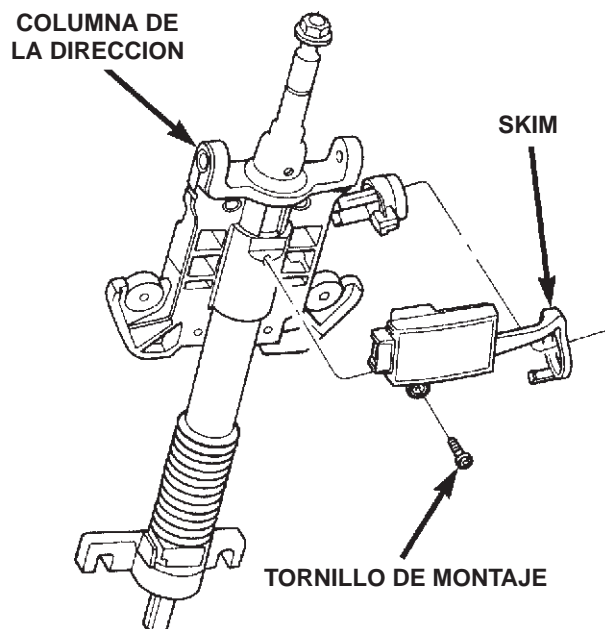
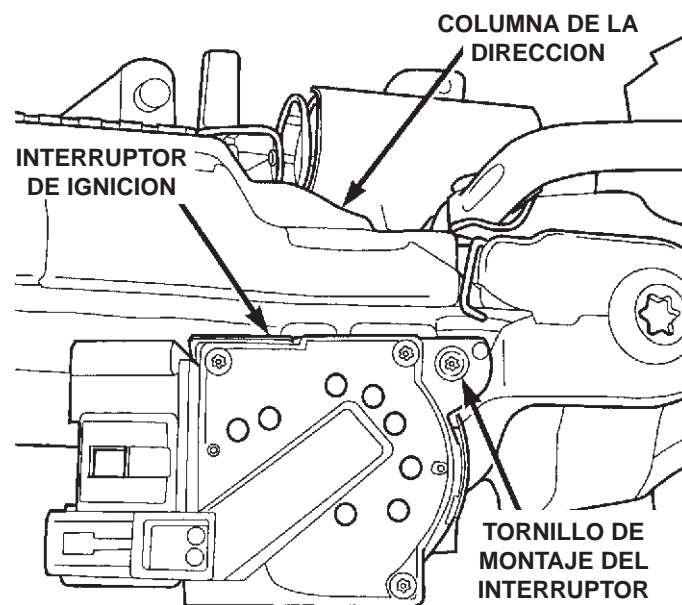

Fig. 40 Módulo inmovilizador de llave inteligente y tornillo de montaje
Fig. 41 Tornillo de montaje del interruptor de ignición
(10) Quite el SKIM (módulo inmovilizador de llave inteligente) (un tornillo) (Fig. 40).
(11) Desconecte los conectores eléctricos del interruptor.
(12) Quite el tornillo de montaje del interruptor de ignición (Fig. 41). Use la punta Torx a prueba de violación (Snap-On (TTXR10E o equivalente) para quitar el tornillo.